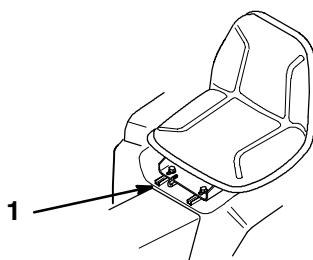

Figure 20
1. Pour régler la position, pousser le levier sur le côté de manière à déverrouiller le siège (Fig. 20).